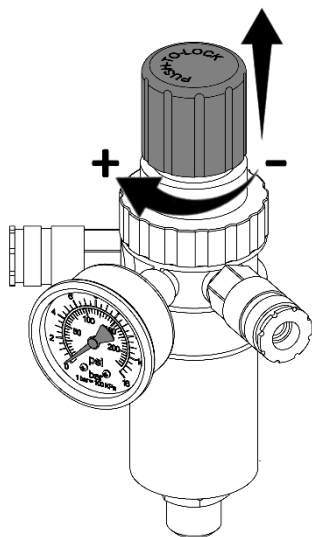

Рисунок 9
8.4.1 Настройка давления в подсоединенных исполнительных устройствах регулятором давления осуществляется следующим образом (рисунок 9):